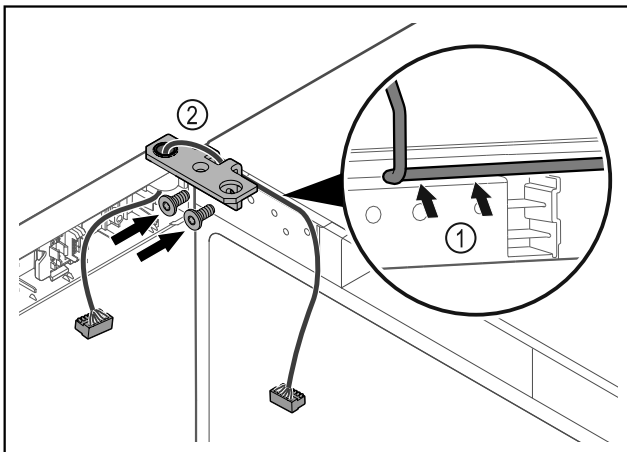

Fig. 42
- Kabel durch die Ausparung des Scharnierwinkels führen und vorsichtig verlegen Fig. 42 (1).
- Scharnierwinkel Fig. 42 (2) anschrauben.